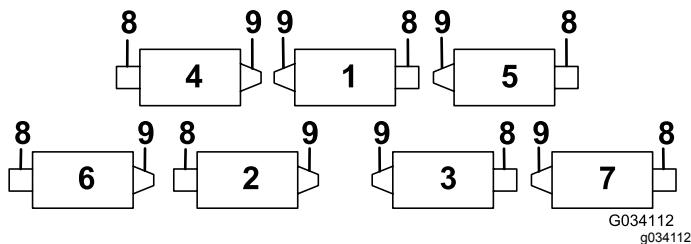

Figure 4
**Remarque:** Reportez-vous à la Figure 4 pour déterminer le numéro du bras de levage qui est décrit.